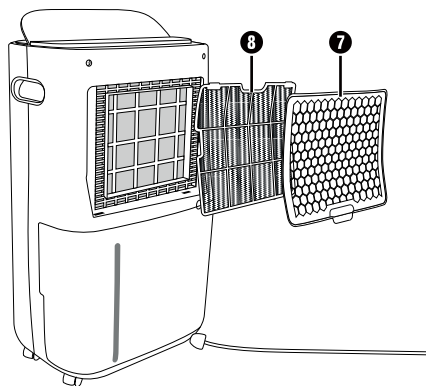

Abb. 6
- ◆ Der Einbau erfolgt in umgekehrter Reihenfolge (siehe Abb. 6). Schieben Sie den Luftfilter **8** erst unter die beiden oberen Haltenasen des Lufterlassgitters **7** und dann unter die unteren Haltenasen.